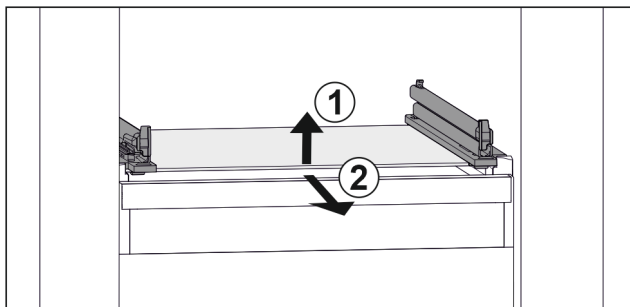

Fig. 112 Simbolična slika steklene plošče
- ▶ Stekleno ploščo dvignite v smeri naprej. Fig. 112 (1)
- ▶ Stekleno ploščo odstranite v smeri naprej. Fig. 112 (2)